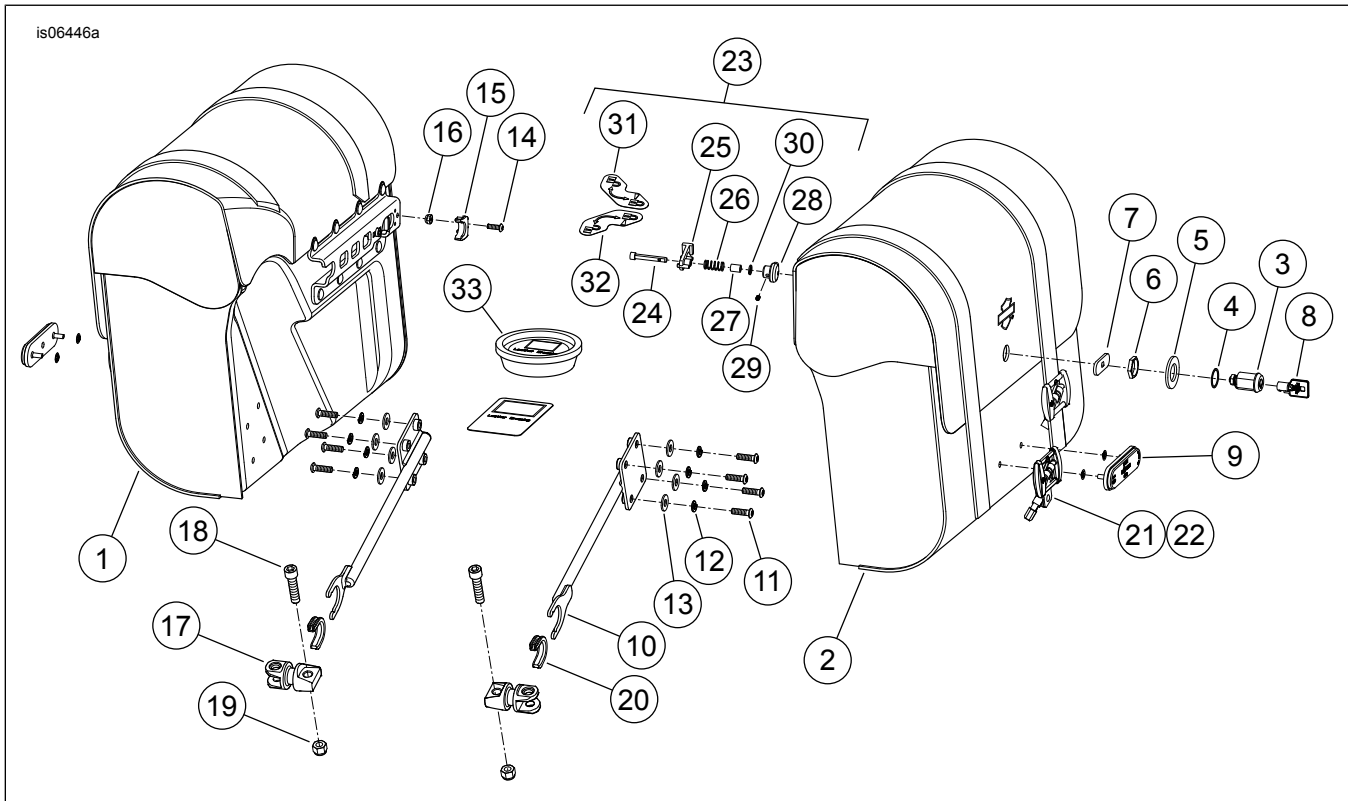

Figure 8. Pièces détachées : Kits de sacoches amovibles XL
4. Installer l'adaptateur d'ancrage arrière (1) à l'aide de la vis (2) et de l'écrou (3). Bien serrer.
5. Voir Figure 8 et Tableau 1. Prendre les bras de support de sacoche avec les attaches en U montées (10 et 20), les vis (11), les rondelles plates (13) et les rondelles-freins (12).
1. Voir Figure 8 et Tableau 1. Prendre les pièces 3 à 7 du kit.